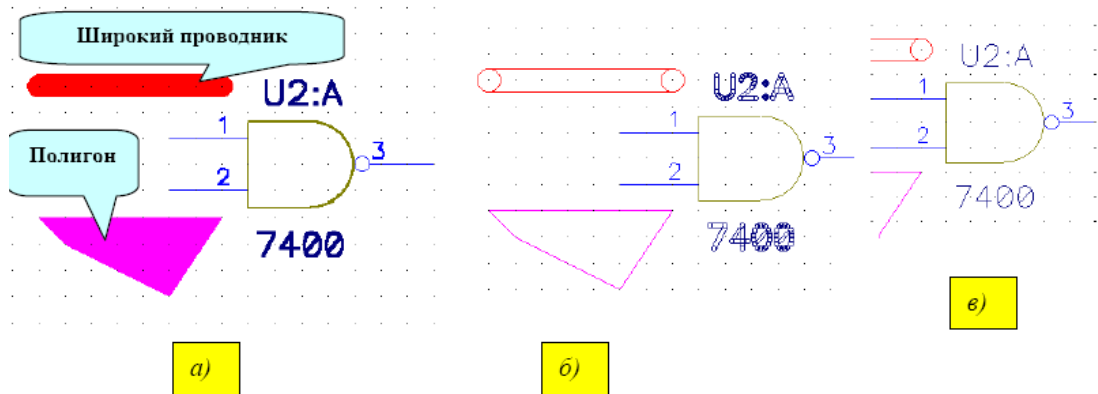

Рисунок 4.9 - Режимы отображения проводников, полигонов и текстов:
- **Draft Mode** (контурное отображение) - изображение широких линий, полигонов и текстов без их заливки для ускорения перерисовки экрана (см. рис. 4.9, б);
- **Thin Stroked Text** - показ текстов тонкими линиями (см. рис. 4.9 в);